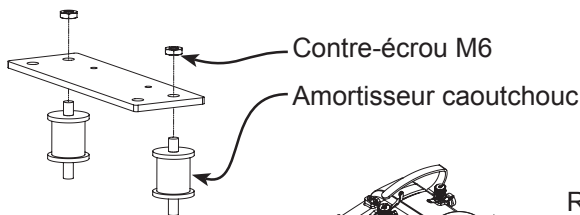

Fig. 5-2
5-2: Insérez l'extrémité courte de l'amortisseur caoutchouc (2) dans les trous de chaque plaque de montage précédemment retirée, comme illustré sur la Fig. 5-2. Serrez les contre-écrous M6 (1) sur l'extrémité de chaque boulon en utilisant la clé 10 mm.